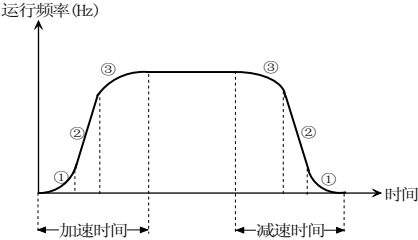

图 5-1-6 S 曲线加减速
S曲线起始段时间如图 5-1-6 中①所示，这里输出频率变化的斜率从 0 逐渐递增。
S曲线上升段时间如图 5-1-6 中②所示，这里输出频率变化的斜率恒定。
S 曲线结束段时间如图 5-1-6 中③所示，这里输出频率变化的斜率逐渐递减到 0。